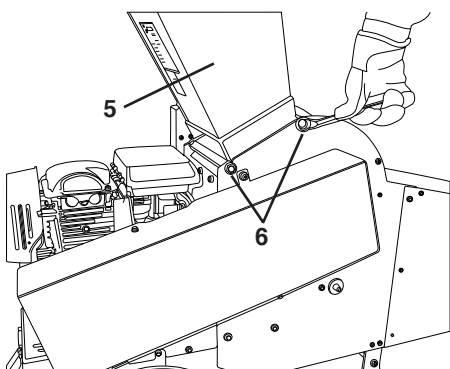

Figure 4
Visser les quatre vis de fixation (6) (SW 15) dans la trémie d'alimentation supérieure d'uniquement 2-3 pas de vis dans les trous filetés (voir « Figure 4 »).